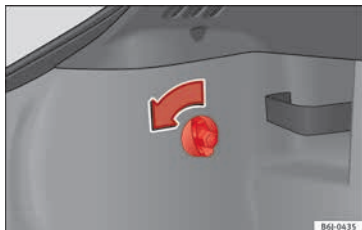

Abb. 108 Zugang zu den Rückleuchten.
» **Abb. 108.**
- Ziehen Sie den Stecker aus der Aufnahme **(A)** » **Abb. 108.**